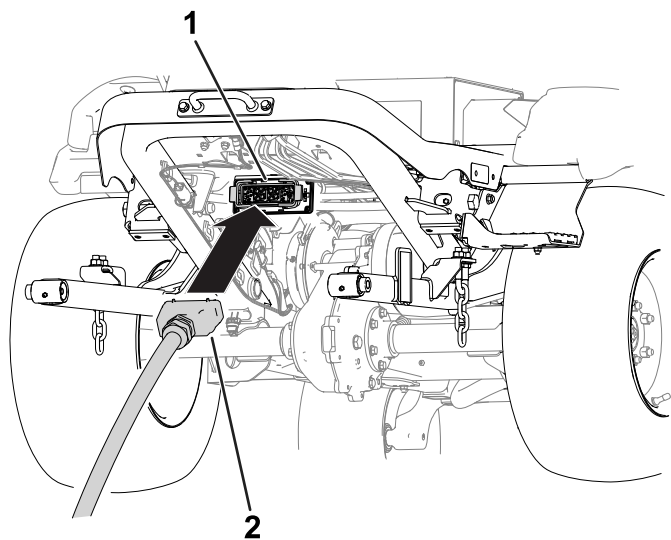

Bild 5
7. Stecken Sie den Anschluss des Mähwerks in den Anschluss der Maschine (Bild 5).